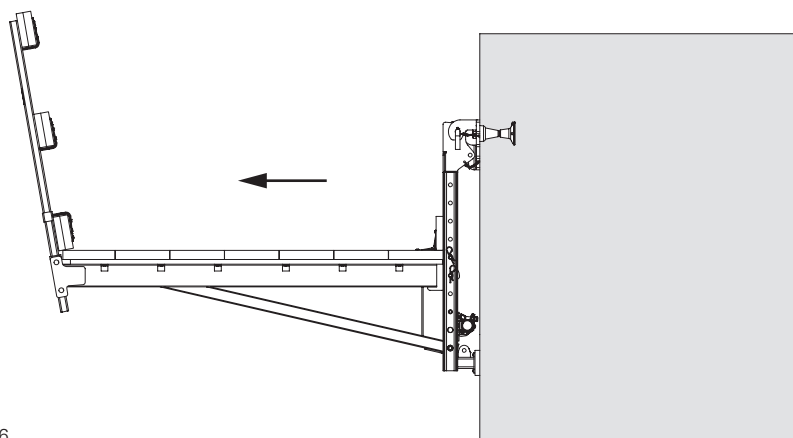

Fig. C3.06
- Smontaggio e rimozione dell'unità piattaforma. (Fig. C3.06)